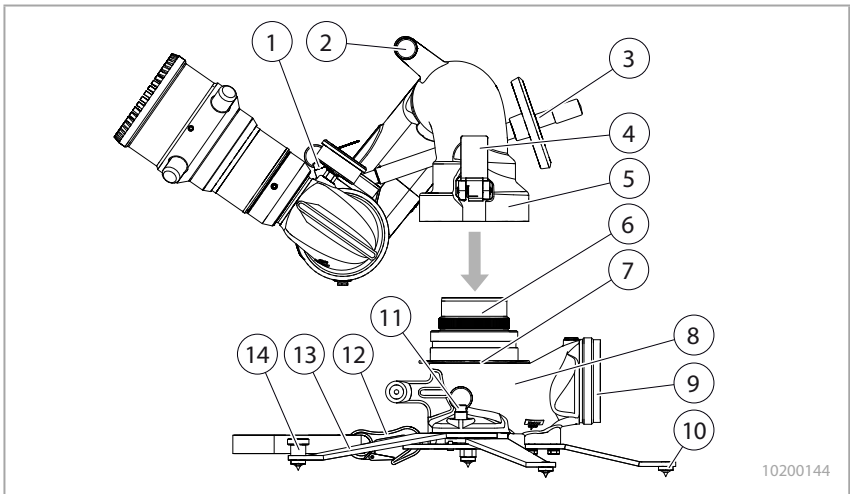

Fig. 8 Handhabung mobiler Monitor
1. Die Standfüße (Fig. 8/13) des Bodengestells mit Hilfe des Ausschwenkgriffs (Fig. 8/14) ausklappen, bis der Federriegel (Fig. 8/11) in der Verriegelungsposition einrastet.
2. Den Sicherungsgurt mit dem Karabinerhaken (Fig. 8/12) an der Öse einhaken und auf der anderen Seite an einem unbeweglichen Gegenstand oder einem Erdspieß befestigen.
4. Den Klemmhebel der Rotationsbremse (Fig. 8/4) nach oben lösen.
5. Die Schnellbefestigung des Monitors (Fig. 8/5) auf das Unterteil der Schnellbefestigung am Bodengestell (Fig. 8/6) aufsetzen. Der Entriegelungsring (Fig. 8/7) darf nicht einrasten und der Monitor muss sich frei drehen lassen.
7. Prüfen Sie, ob der Federriegel (Fig. 8/1) zur Begrenzung des Höhenwinkels arretiert ist.
8. Prüfen Sie, ob das Bodengestell auf allen Standspitzen (Fig. 8/10) sicher steht.
10. Den Schlauch am Eingang des Bodengestells (Fig. 8/9) befestigen. Es sollte sich mindestens ein Meter Schlauch gerade hinter dem Bodengestell befinden.
- Drehbewegungen (horizontal) mit dem Handhebel (Fig. 8/2)
- Höhenverstellung (vertikal) mit dem Handrad (Fig. 8/3)
2. Durch Herunterdrücken des Klemmhebels (Fig. 8/4) die Rotationsbremse aktivieren.